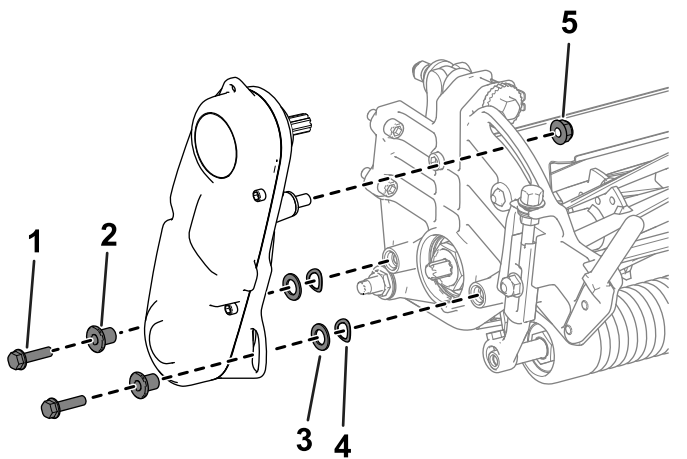

Figura 3
1. Retire las fijaciones que sujetan el conjunto de transmisión del molinete a la chapa lateral (Figura 3).
2. Retire el conjunto de transmisión del molinete, las arandelas planas, las arandelas elásticas y los espaciadores de la placa lateral (Figura 3).